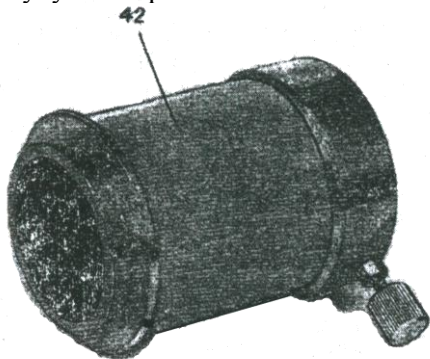

Рис. 5
При фотографировании биноккулярная насадка снимается и заменяется фотонасадкой. Фотонасадка (в комплект микроскопа не входит) устанавливается на микроскоп с помощью переходной втулки насадки и втулки 42 (рис. 5) из комплекта микроскопа.
- Рис. 5. Объектив с салазками.